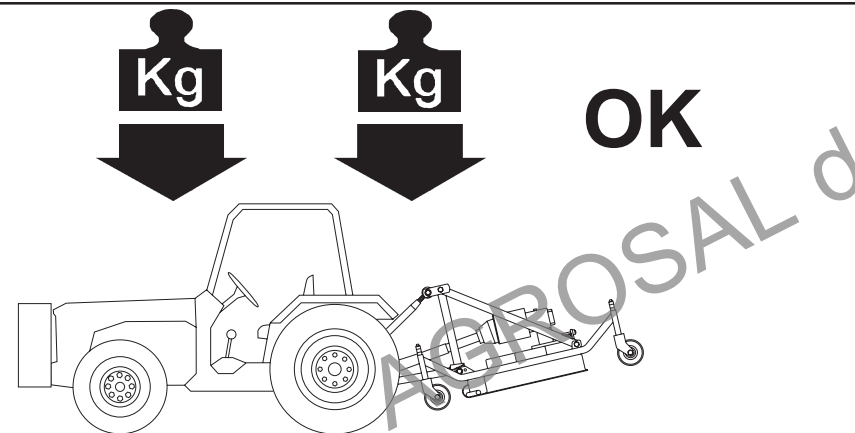

Fig. 4
- 8) L'applicazione della macchina al trattore, comporta una diversa distribuzione dei pesi. È consigliabile pertanto aggiungere apposite zavorre in modo da ripartire adeguatamente il peso sugli assi (Fig. 4).
- 8) *Assembly of a implement on the tractor will shift the weights. To add weights in order to balance the weights on the axles themselves (Fig. 4).*
- 8) L'application d'un équipement supplémentaire au tracteur entraîne une répartition différente des poids. Ajoutez donc les masses de lestage nécessaires de manière à équilibrer les poids (Fig. 4).
- 8) *Der Anbau eines Zusatzgerätes am Schlepper führt zur Verlagerung. Am ballast, um das Gleichgewicht wieder herzustellen (Abb. 4).*
- 8) La aplicación de un equipo adicional al tractor, implica una distribución del peso. Agregar oportunos contrapesos para así equilibrar los pesos sobre los ejes (Fig. 4).